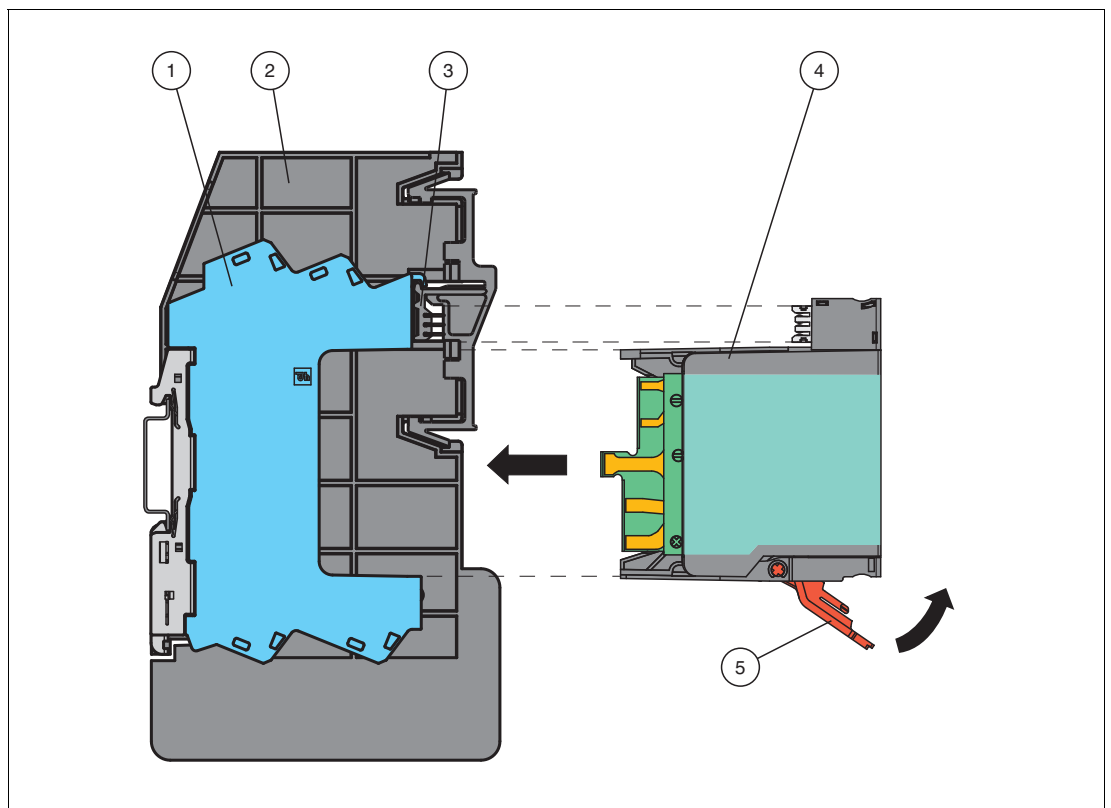

Abbildung 3.4 Montage des Moduls
Siehe Abbildung 3.4.
1. Beachten Sie die richtige Montageposition und die korrekte Justierung der Kontakte über dem Universellen Power Rail (3). Andere Montagepositionen der Schutzmodule siehe Kapitel 4.1.
2. Öffnen Sie den Verriegelungshebel (5).
3. Setzen Sie das Modul (4) vorsichtig in das Basismodul (1) ein bis das Modul einrastet. Siehe Abbildung 3.4
4. Drücken Sie den roten Verriegelungshebel (5) nach oben bis zur Endstellung